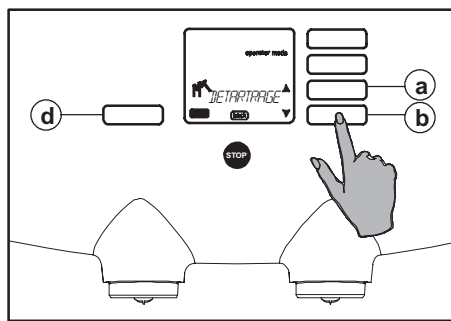

Fig. 77 Défilement du menu de sélection
4. Utilisez les boutons de défilement $\updownarrow$ jusqu'à ce que l'option "DETARTRAGE" apparaisse à l'écran (fig. 77 a ou b).